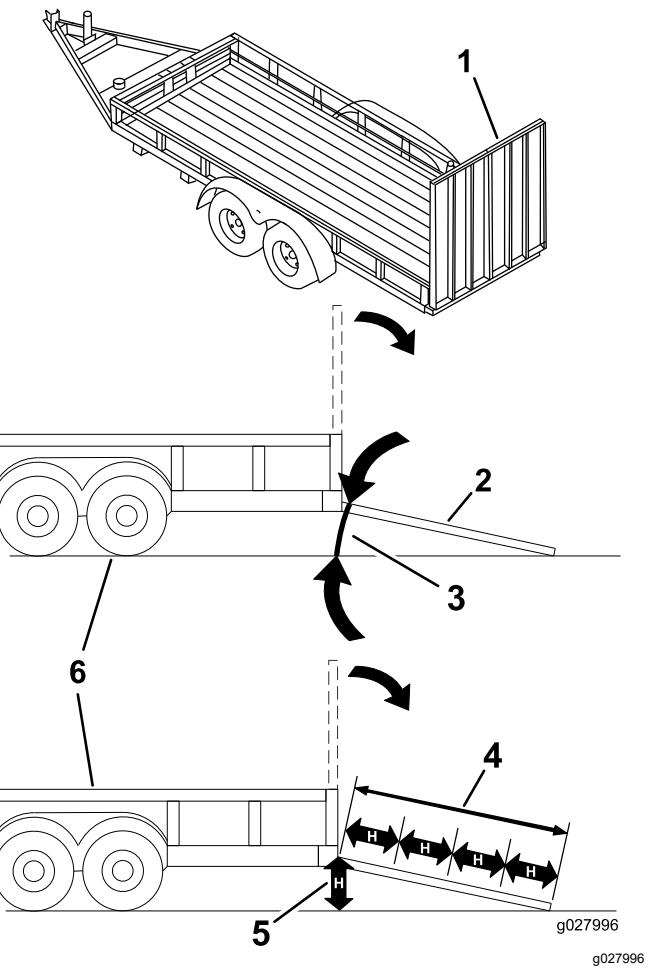

Figura 32
**Colocar uma máquina num reboque ou camião aumenta a possibilidade de capotamento e pode provocar graves ferimentos ou morte (Figura 32).**
3. Baixe a rampa, certificando-se de que o ângulo entre a rampa e o solo não é superior a 15 graus (Figura 32).
1. Baixe a rampa, certificando-se de que o ângulo entre a rampa e o solo não é superior a 15 graus (Figura 32).